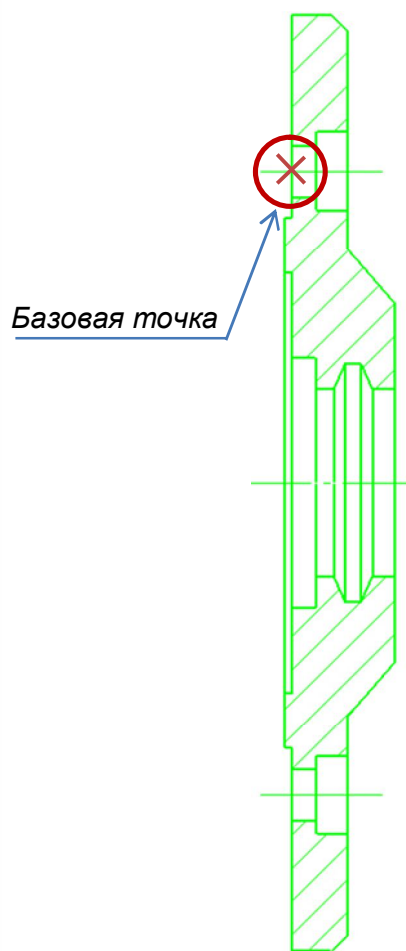

Рис. 4.19. Базовая точка для копирования изображения «Крышка 8»
- Замените верхнюю половину вида разрезом с помощью команды «Симметрия» (см. п. 2.1, рис. 4.19).
- Выберите команду «Копировать»  на стандартной панели. Укажите базовую точку, как показано на рис. 4.19.